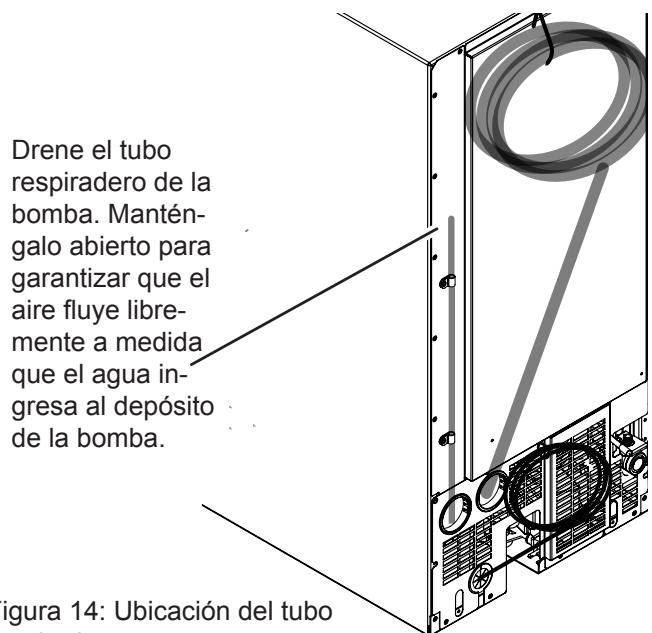

Figura 14: Ubicación del tubo respiradero.
- c. Que el tubo respiradero ubicado en la parte trasera de la unidad esté abierto (Figura 14). 7)